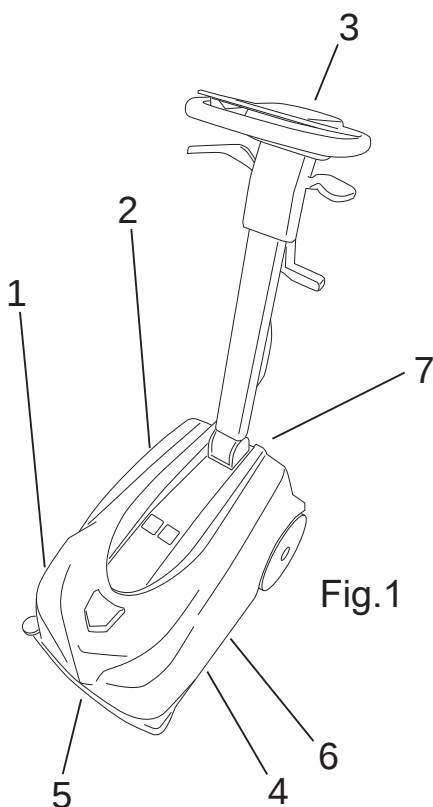

Fig.1
- Il serbatoio acqua/detergente (Fig.1-Rif.1), serve a contenere e trasportare la miscela di acqua pulita e del prodotto per pulizia.
- Il serbatoio di recupero (Fig.1-Rif.2), serve a raccogliere l'acqua sporca aspirata dal pavimento durante il lavaggio.
- Pannello comandi (Fig.1-Rif.3).
- Gruppo testata (Fig.1-Rif.4), l'elemento principale è rappresentato dalla spazzola la quale distribuisce la soluzione detergente sul pavimento, effettuando l'asportazione dello sporco.
- Squeegee anteriore (altrimenti detto tergipavimento anteriore) (Fig.1-Rif.5), ha il compito di tergere e quindi di asciugare il pavimento quando si tira la macchina verso l'operatore.
- Squeegee posteriore (altrimenti detto tergipavimento posteriore) (Fig.1-Rif.6), ha il compito di tergere e quindi di asciugare il pavimento quando si avanza.
- Batteria (Fig.1-Rif.7).